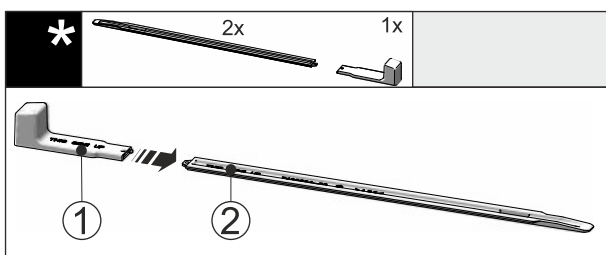

Fig. 42
- ▶ Liitä asennuskahva Fig. 42 (1) kiskoon, jota käytetään vaakatasoon säätämistä varten Fig. 42 (2).